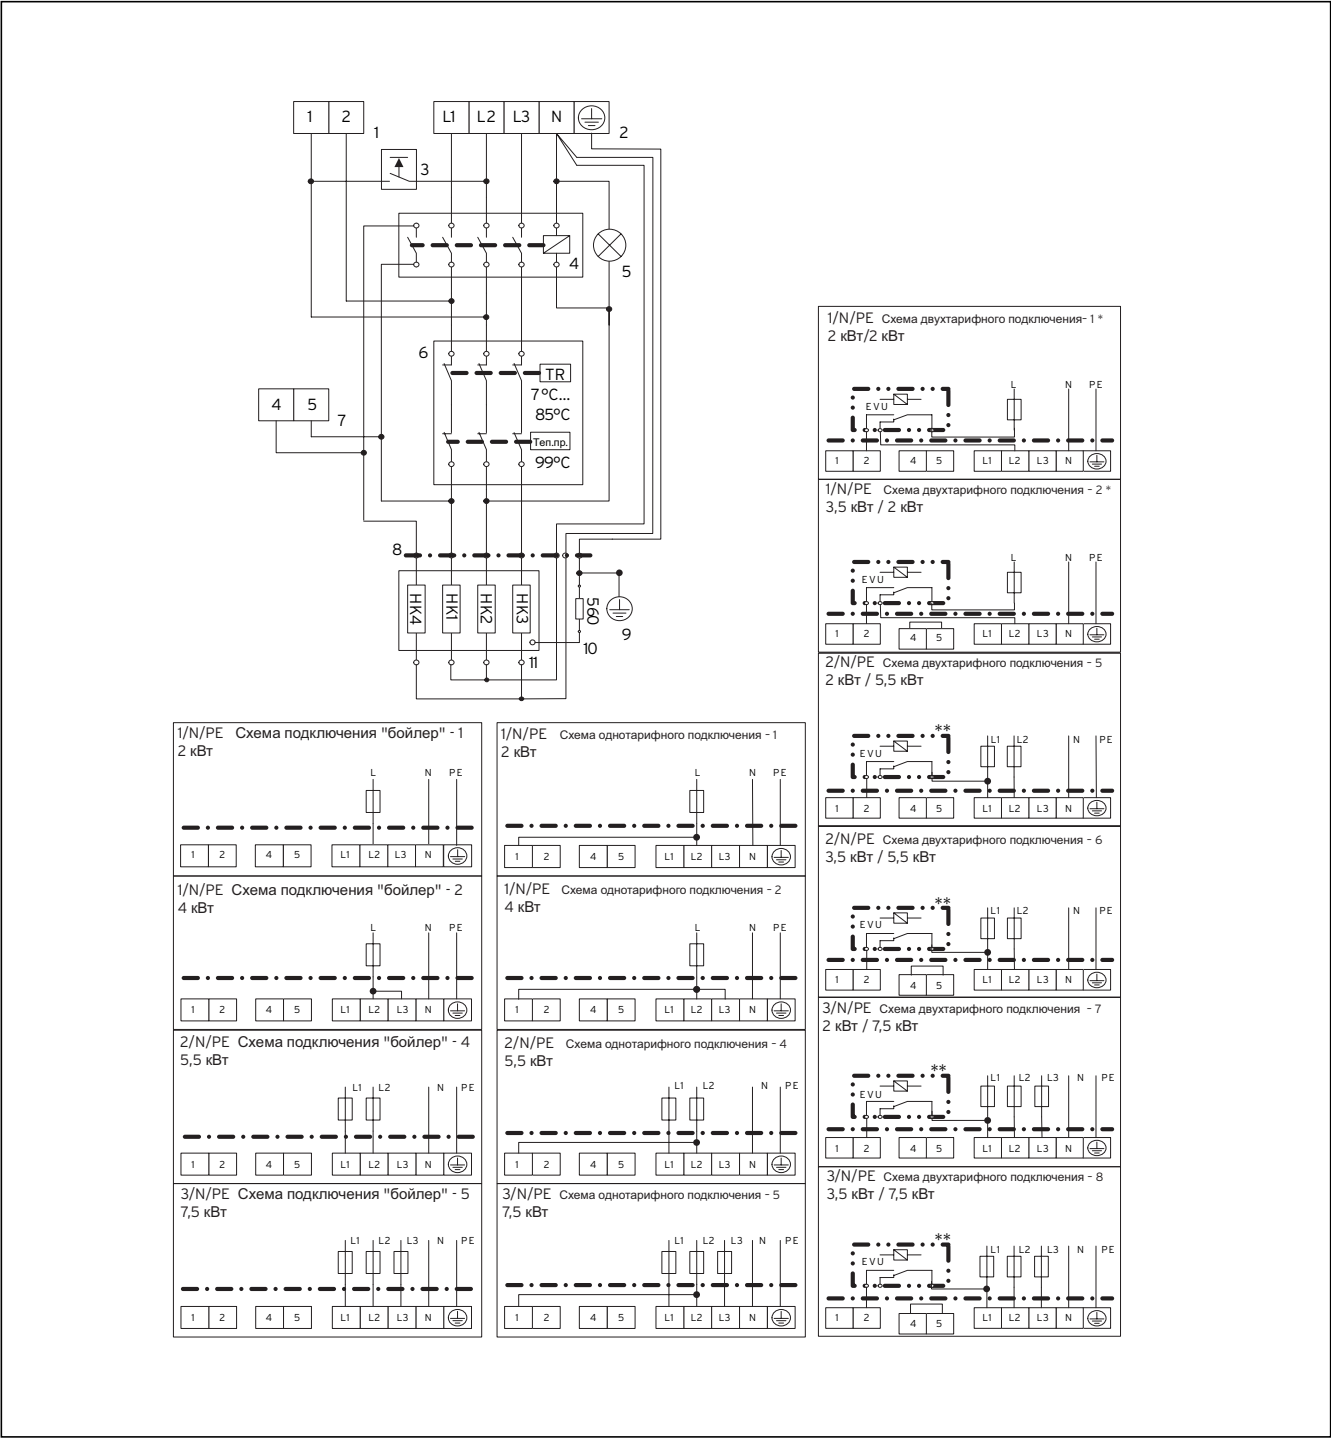
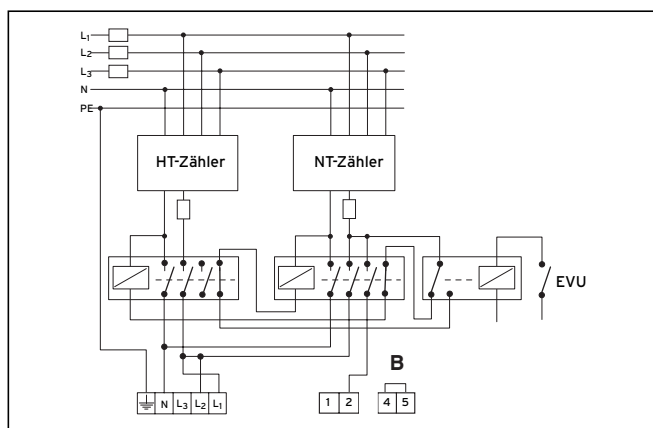
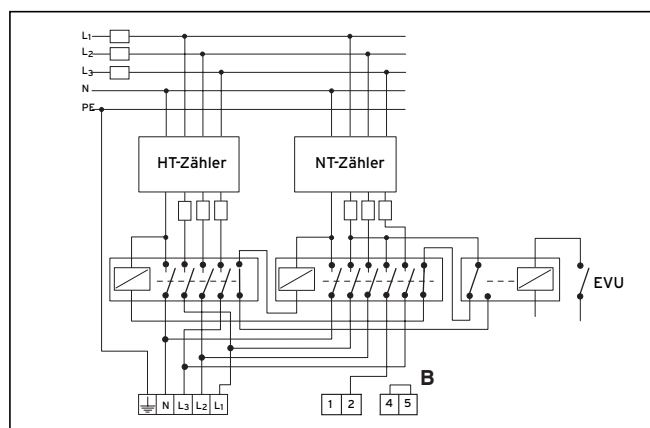

Рис. 8.1 Обзор схемы соединения для eloSTOR
Рис. 8.2 Однофазное подключение
Рис. 8.4 Трехфазное подключение
- Выполните соединительную электропроводку для указанной в таблице 8.1 мощности согласно соответствующим схемам соединения на рис. 8.1 и рис. 8.2 - рис. 8.4.
Соблюдайте схему соединений (см. рис. 8.1). Для схемы одностарифного подключения требуется перемычка (1,5 мм²) между L2 и клеммой 1. Для схемы двухтарифного подключения установите управляющий кабель на клемму 2. При схеме подключения "бойлер" управляющих линий не требуется.
При схеме двухтарифного подключения для схем подключения с низким тарифом можно подключать контакт сигнала предприятия энергоснабжения в соответствии со схемами соединений, приведенных на рис. 8.2 - 8.4. Это гарантирует включение основной нагрузки предприятием энергоснабжения. Выберите мощность на основе времени разблокировки ПЭС для низкого тарифа (обычно 4 либо 8 ч).